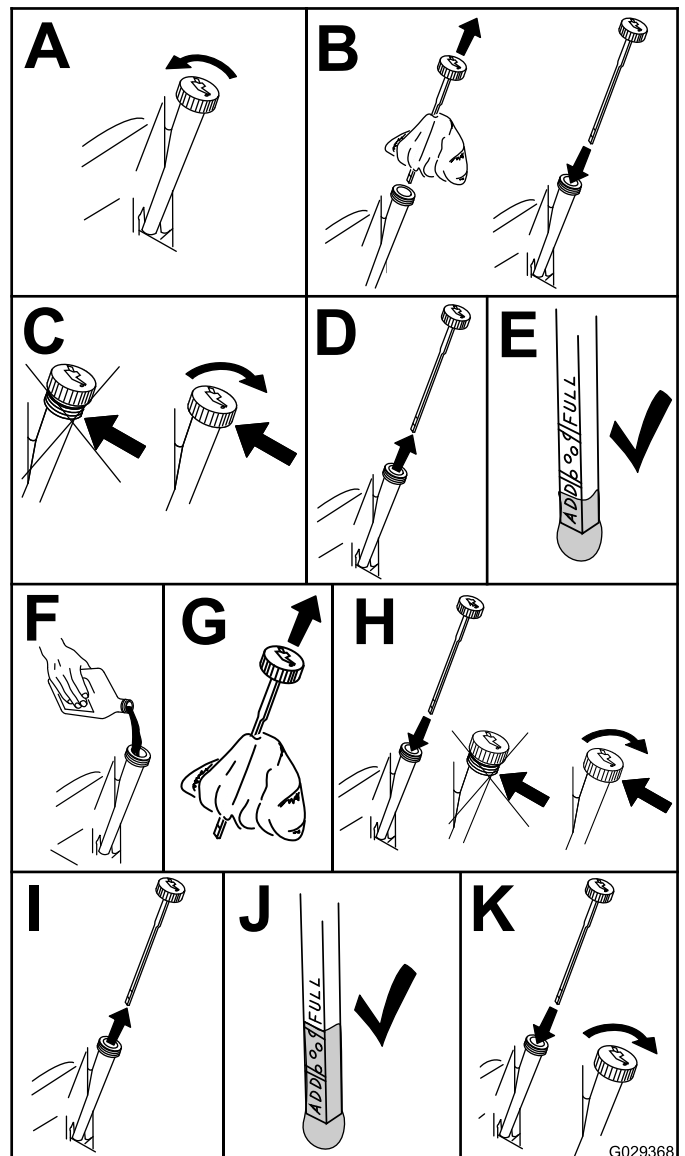

Figure 27
4. Contrôlez le niveau d'huile moteur (Figure 27).